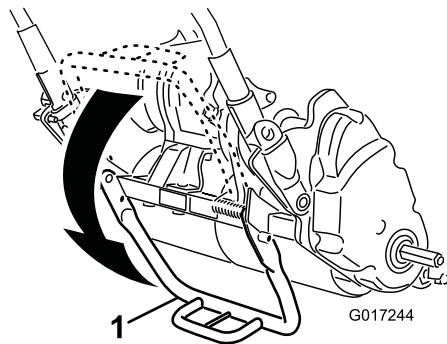

図 19
1. キックスタンドを立てるスタンドを足で下げながらハンドルで機体を持ち上げて機体をスタンドで支える図 19。